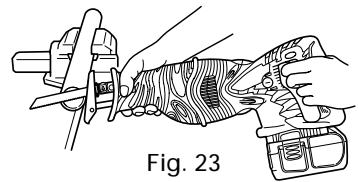

Fig. 23
- (1) Sujete firmemente una pieza de trabajo antes de la operación. (Fig. 23)
- (2) Cuando corte materiales metálicos, utilice un aceite para corte de metales apropiado (aceite para turbinas, etc.). Cuando no utilice un aceite para corte de metales líquido, aplique grasa sobre la pieza de trabajo.